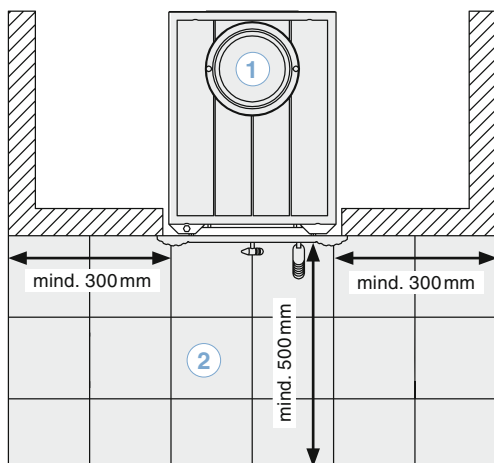

Abb.: 1
- Vor der Feuerraumöffnung sind Fußböden aus brennbaren Baustoffen durch einen Belag aus nicht brennbaren Baustoffen zu schützen. Der Belag muss sich nach vorne um mindestens 500mm und zur Seite um mindestens 300mm über die Front vom Heizeinsatz hinaus erstrecken (Abb.: 1).